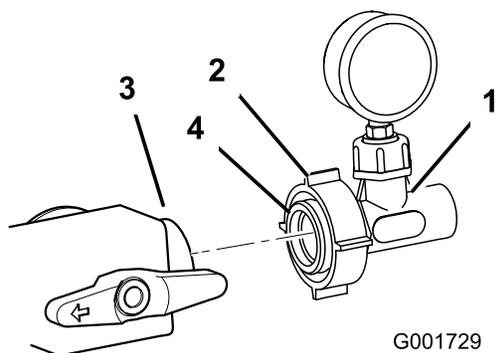

Bild 16
16. Schmieren Sie den O-Ringe im Adapter einem Schmiermittel ein, das nicht auf Petroleum basiert, z. B. Pflanzenöl (Bild 16).
17. Befestigen Sie das Druckmanometer an der nach vorne zeigenden Öffnung im vorher eingesetzten Steuerventil (Bild 16). Ziehen Sie die